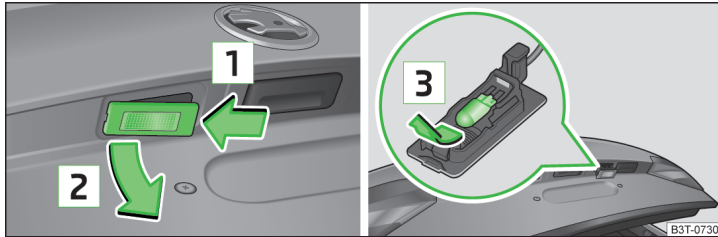

Abb. 208 Kennzeichenleuchte ausbauen / Glühlampe wechseln
- Die Leuchte in Pfeilrichtung **1** » Abb. 208 eindrücken.